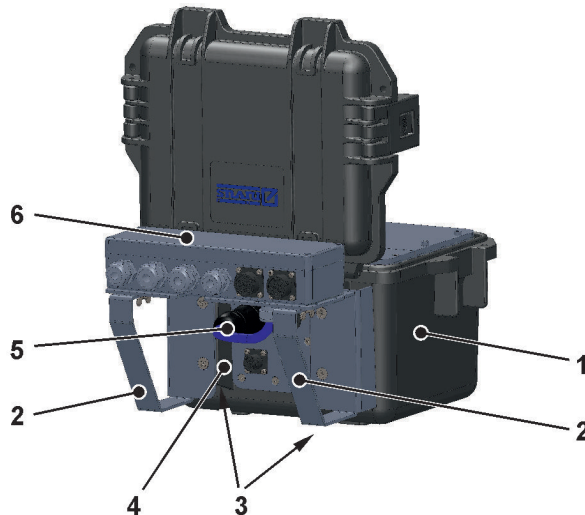

Abb. 25-1 NFM mit Connectorbox
Eine Connectorbox (Abb. 25-1 Pos. 6) kommt zum Einsatz wenn der Datenlogger (Abb. 25-1 Pos. 1) gleichzeitig extern versorgt und der Digitaleingang verwendet werden soll.
Die Connectorbox kann entweder in Verbindung mit den Schutzbügeln (Abb. 25-1 Pos. 2) direkt am NivuLevel Mobile montiert oder an einer anderen Stelle befestigt/abgelegt werden.
1. Gummipuffer (ohne Abb.) auf der Rückseite des NivuLevel Mobile (Abb. 25-1 Pos. 1) abschrauben. Die beiden (jetzt losen) Anschraubleche (Abb. 25-1 Pos. 3) in den Anschraubkanälen (Abb. 25-1 Pos. 4) werden bereits im nächsten Arbeitsschritt wieder benötigt.
2. Schutzbügel (Abb. 25-1 Pos. 2) mit den mitgelieferten Schrauben am NivuLevel Mobile befestigen.
3. Connectorbox (Abb. 25-1 Pos. 6) mit den mitgelieferten Schrauben auf den Schutzbügeln befestigen.
5. Stecker (Abb. 25-1 Pos. 5) des Anschlusskabels der Connectorbox in die Multifunktionsbuchse am NivuLevel Mobile einstecken.